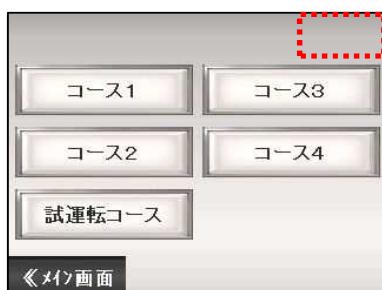

図 7-33
- 修正画面の左上隅を 3 秒間押すとプログラムクリア画面に切り替ります。(図 7-33)